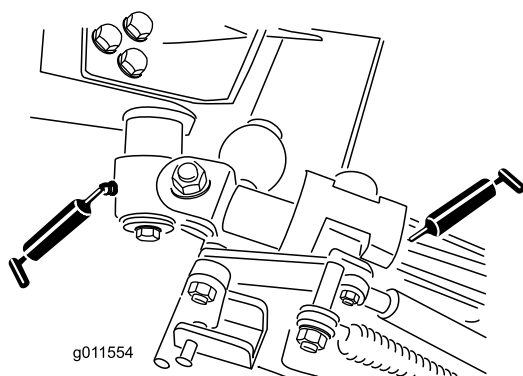

Figure 86
- 2 bagues de pivot d'axe coudé (Figure 86)
- 4 bagues de bras arrière (Figure 86)